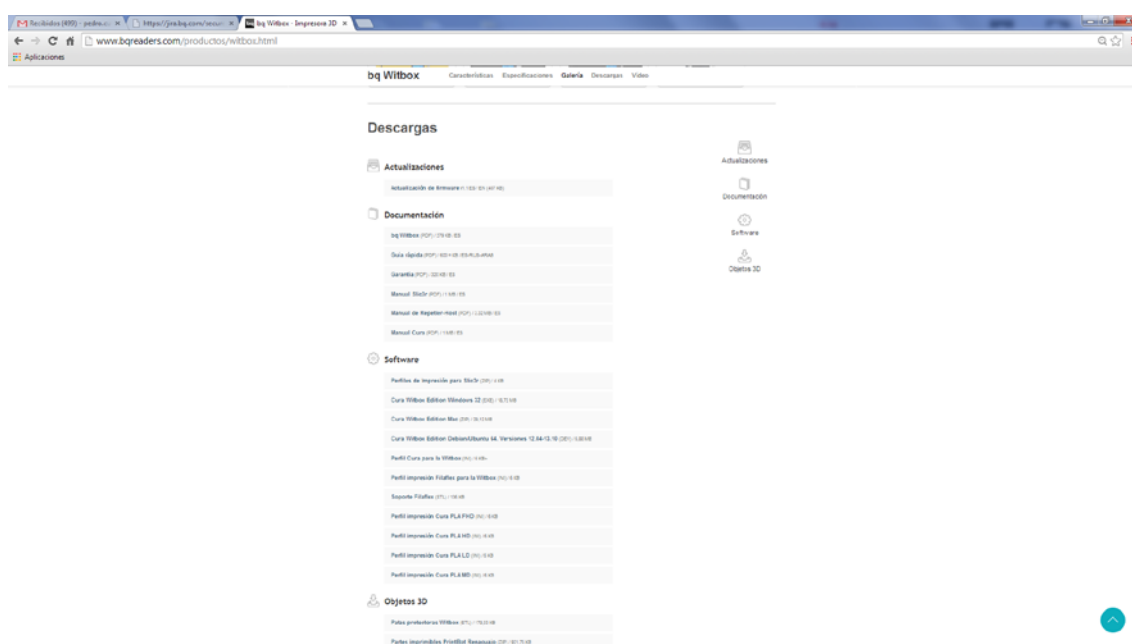

Figure 4.13 Téléchargement du micrologiciel du site officiel de bq
- 1 Télécharger le dernier micrologiciel sur le site officiel de bq [www.bq.com](http://www.bq.com) (fig. 4.13). Le fichier téléchargé sera au format **.hex**.